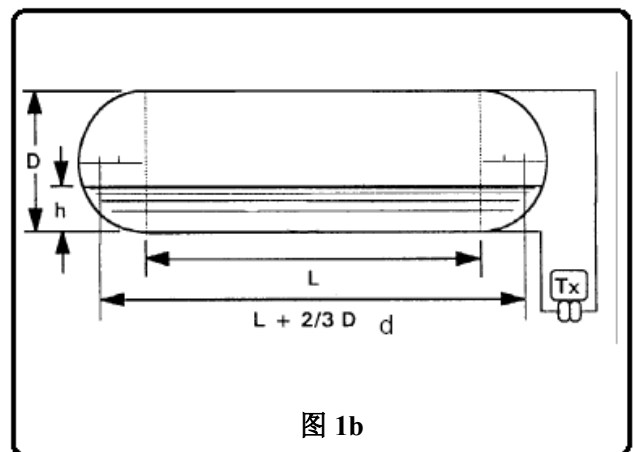

图 1b
b) 具有半球形末端的柱状容器（见图1b）。变送器测量整个容器高度。